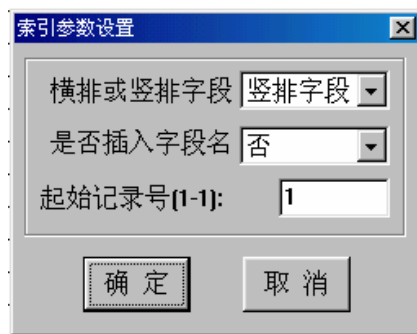

图 9-16 设置块参数
③ **设置块参数**：选择“设置块参数”，系统会弹出图 9-16 所示的对话框：